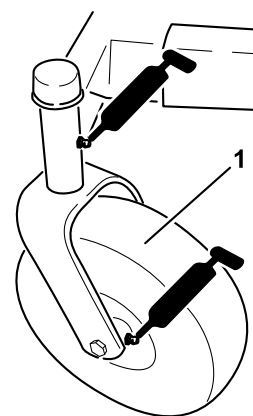
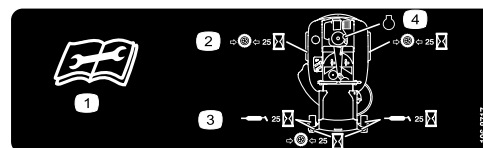

Figura 20
Figura 21
3. Pulite i raccordi d'ingrassaggio (Figura 20 e Figura 21) con un cencio, e togliete eventuali tracce di vernice davanti ai raccordi.
4. Collegare un ingrassatore a pressione a ciascun ingrassatore (Figura 20 e Figura 21). Pompate del grasso nel raccordo finché non inizia a fuoriuscire dai cuscinetti.